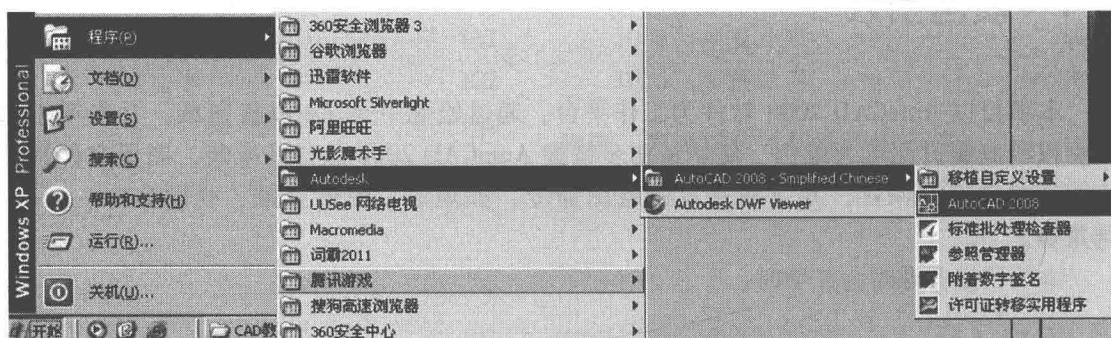

图 1.1 启动 AutoCAD 2008
- (1) 双击桌面上 AutoCAD 2008 的快捷方式图标 。
- (2) 单击 Windows 任务栏上的“开始” → “程序” → “Autodesk” → “AutoCAD 2008 Simplified Chinese” → “AutoCAD 2008”，如图 1.1 所示。